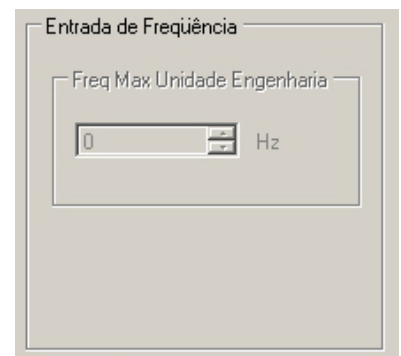

Figura 41
**Freq Max Unidade Engenharia:** A XM-210 possui 4 entradas que possibilitam a leitura de freqüência para até 10KHz com sensibilidade de 0,4V até 10V. Quando as entradas não são configuradas para freqüência, o DLGTools desabilita esse campo como mostra a Figura 41. Os canais que podem ser configurados para a entrada de freqüência são Canal 1, 2, 3 e 4.